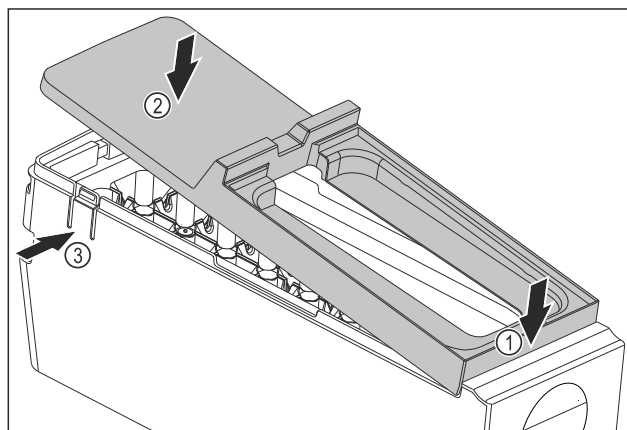

Fig. 109
- ▶ Montaż osłony korpusu EasyTwist-Ice: Osłonę założyć od przodu. Fig. 109 (1)
- ▶ Opuścić osłonę z tyłu. Fig. 109 (2)
- ▷ Osłona zatrzaskuje się słyszalnie w obu nakładkach Fig. 109 (3).